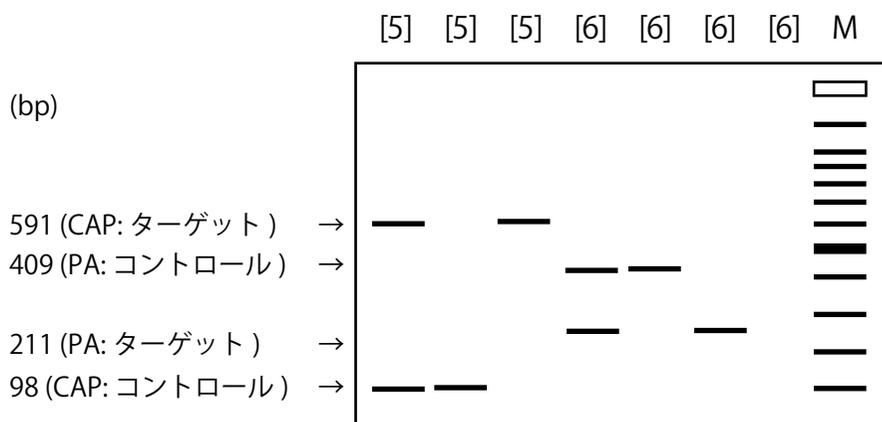

図3. 電気泳動パターン (2)
(2) 一方、または両遺伝子の判定ができない場合 (図3 参照)